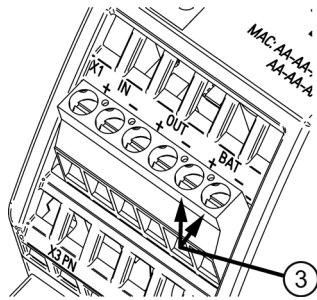

Bild 6-4 Bat Anschluss
Die Anschlüsse "BAT+" und "BAT-" ③ (siehe Bild 6-4 Bat Anschluss (Seite 109)) dienen zur Verbindung der UPS1600 mit einem oder mehreren Batteriemodulen UPS1100. Stellen Sie sicher, dass die Leitungen entsprechend dem maximalen Ausgangsstrom-Effektivwert der UPS1600 dimensioniert sind.